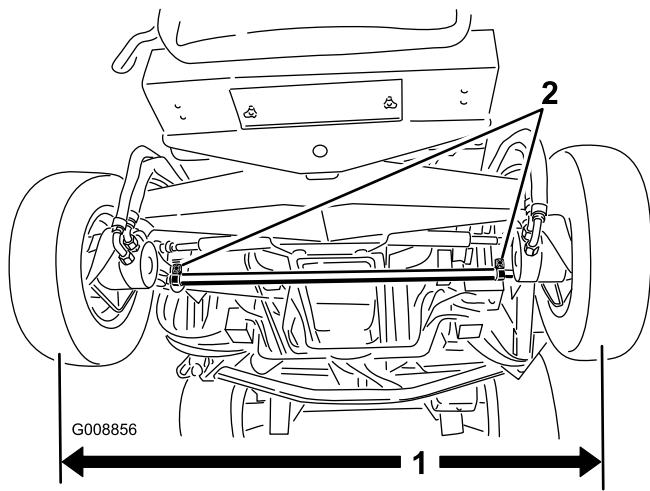

Bild 75
1. Messen Sie den Abstand vorne und hinten an den Lenkreifen Mitte-zu-Mitte (auf Achshöhe). Bild 75 Der vordere Wert darf höchstens um 3 mm geringer sein als der hintere.
2. Lockern Sie zum Einstellen der Voreinstellung die Klemmen an beiden Enden der Spurstangen (Bild 75).